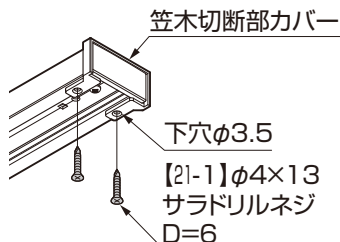

図12-2
- ②笠木切断部カバーを図12-2を参照し、【21-1】で固定してください。